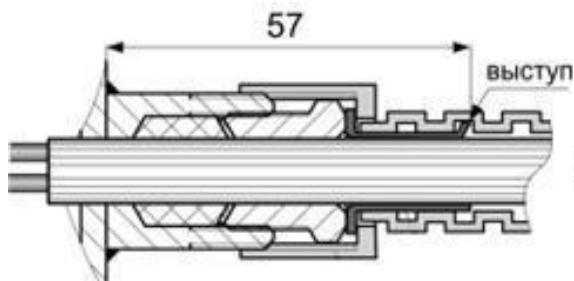

Рис. 2 Кабельный ввод КМ под кабель и металлорукав.
- 7.6. Собрать кабельный ввод КМ (согласно рис. 2, Приложение №1) или БК (согласно рис. № 3, Приложение №1), обеспечив необходимую для герметизации затяжку обжимной гайки. Зафиксировать металлорукав (для кабельного ввода КМ) или бронированный кабель по броне (для кабельного ввода БК).